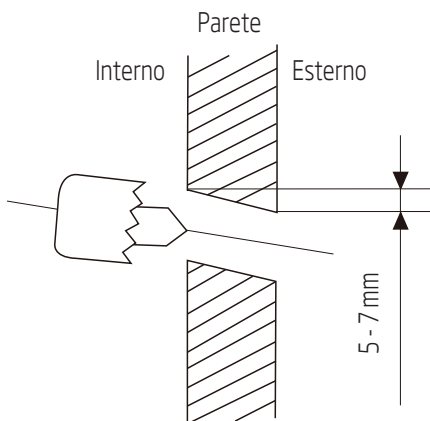

Fig. 5.2
2. Utilizzando una carotatrice da 65 mm, praticare un foro sulla parete. Assicurarsi che il foro venga praticato con un angolazione leggermente rivolta verso il basso, in modo tale che l'estremità esterna del foro si trovi in una posizione più bassa rispetto a quella interna. Ciò consentirà uno scarico adeguato dell'acqua. (Consultare la Fig. 5.2)